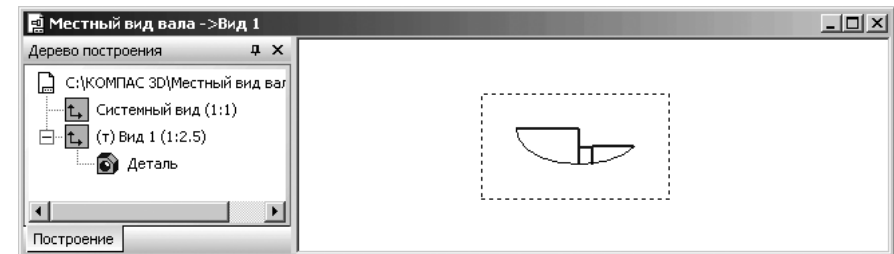

Рис. 4.140. Возможное состояние местного вида в текущем масштабе 4
- щелкните на **Специальной панели управления** по кнопке **Создать объект**. Содержимое вида, находящееся вне пределов указанного контура, перестанет отображаться на экране. Возможное состояние местного вида в текущем масштабе 4 показано на рис. 4.140.